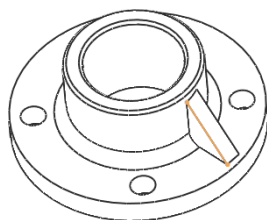

图 5-105 在第一边生成厚度
-  第一边：只延伸草图轮廓到草图的一边，如图 5-105 所示。